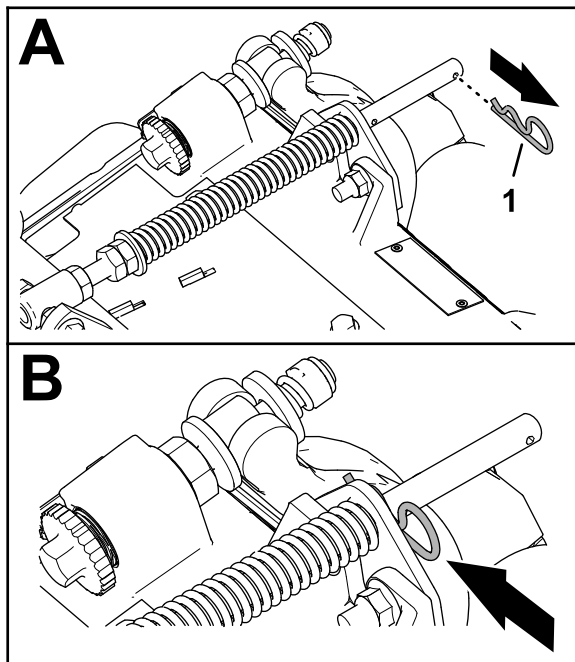

Figura 10
1. Dacă tiftul în formă de agrafă este montat în orificiul din spatele tijei arcului de compensare, îndepărtați tiftul și introduceți-l în orificiul din apropierea suportului (Figura 10).